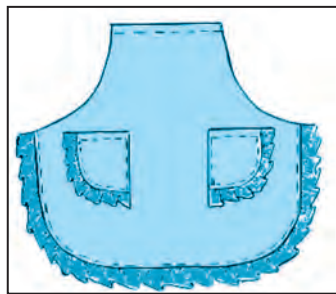

Рис. 47. Шитьё накладного кармана.
3. В промежутке 0,1 см на машине прострачивается строчный ряд и стёганные нити снимаются, швы обрабатываются влажно-тепловым способом (рис. 47).
5. Готовые карманы устанавливаются на обозначенные места для карманов в фартуке, и прикалываются булавкой. Затем карман с 3 ёх сторон прошивается крупными стёжками к фартуку (рис. 47).